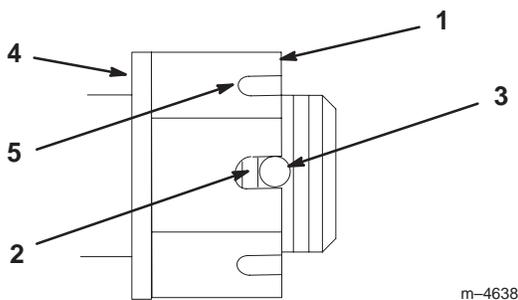

Figure 49
3. Serrez le boulon crénelé à 170 Nm (125 pieds/livres) (Fig. 49).
4. Contrôlez la distance entre la base de la fente de l'écrou et le bord intérieur du trou. On ne doit pas voir plus de deux filets (Fig. 49).
5. Si plus de deux filets sont visibles, enlevez l'écrou et placez une rondelle entre le moyeu et l'écrou (Fig. 49).
6. Serrez le boulon crénelé à 170 Nm (125 pieds/livres) (Fig. 49).
7. Serrez l'écrou jusqu'à ce que le jeu de fentes suivant soit en face du trou de l'axe (Fig. 49).